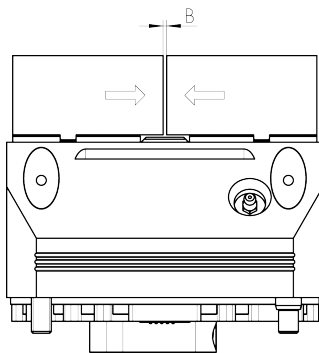

Abb. 1: Kraftspannblock "Geschlossen" - Teachposition 1, Außenspannung
- Mit Hilfe eines geeigneten Messmittels (z.B. Messschieber) Maß B zwischen den Backen in Einheiten von (mm) ermitteln (siehe Abb. 1) und diesen als neuen Wert des azyklischen Parameters „Teachposition 1 - Backe (gemessene Backenöffnungsweite)“ auf Index 101 schreiben.